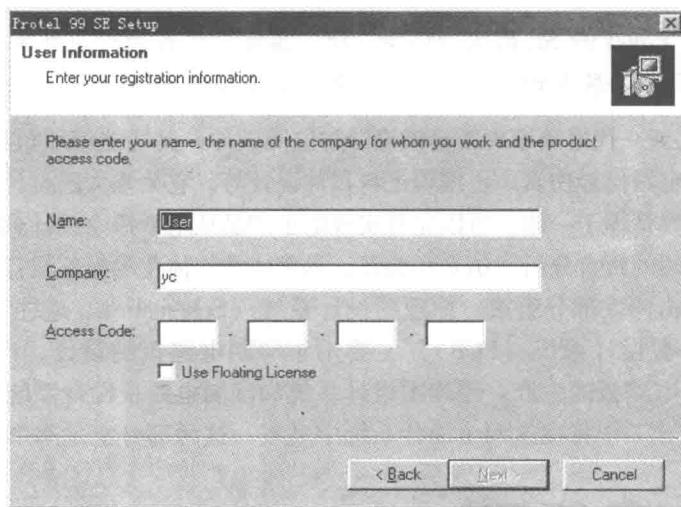

图 1.1 第二个 Protel 99 SE Setup 对话框
(1) 运行安装光盘中 Protel 99 SE 子目录下的 Setup. exe 文件，将显示第一个 Protel 99 SE Setup 对话框。
(2) 单击“Next”按钮，将显示第二个 Protel 99 SE Setup 对话框，如图 1.1 所示。在该对话框中的“Name”文本框中输入用户名；在“Company”文本框中输入单位名称；在“Access Code”文本框中输入序列号。序列号可在安装盘的安装说明文件中找到。